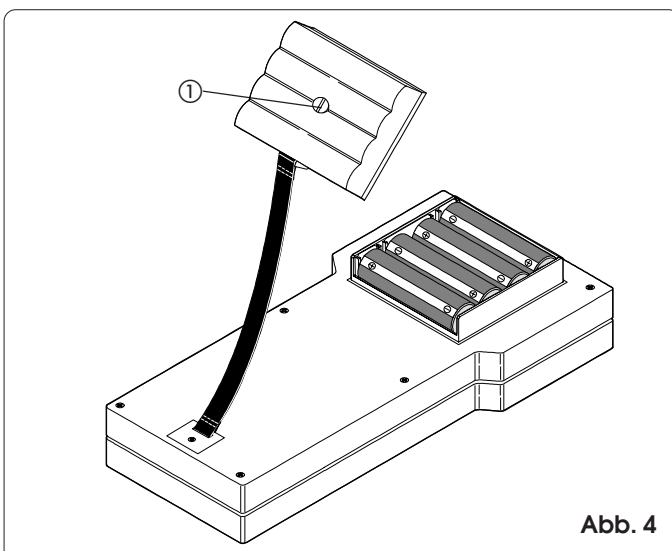

Abb. 4
Die Verschlusschraube des Batteriefachs am Boden des Programmierers FAAC TOTUM abschrauben (Abb. 4 Bez. ①) und den Deckel anheben.